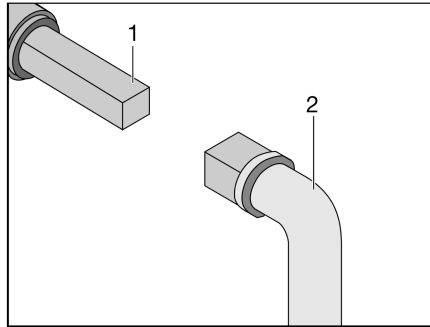

Bild 343 Handhavande avloppsventil
- Sätt nyckeln (Bild 343,2) mot fyrkanten (Bild 343,1).